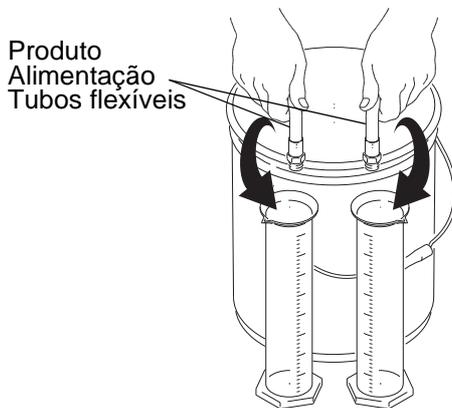

FIG. 5 Verificar a relação de mistura
4. Coloque as extremidades do tubo num contentor de resíduos. Coloque dois cilindros graduados do mesmo tamanho junto ao contentor de resíduos. Consulte FIG. 5.
- Volte a ligar os tubos flexíveis de líquido de produto (F) na entrada do coletor de mistura.
Certifique-se de que volta a ligar os tubos às mesmas válvulas onde se encontravam originalmente ligados, O coletor de mistura pode ficar danificado caso sejam invertidas. Consulte FIG. 5.